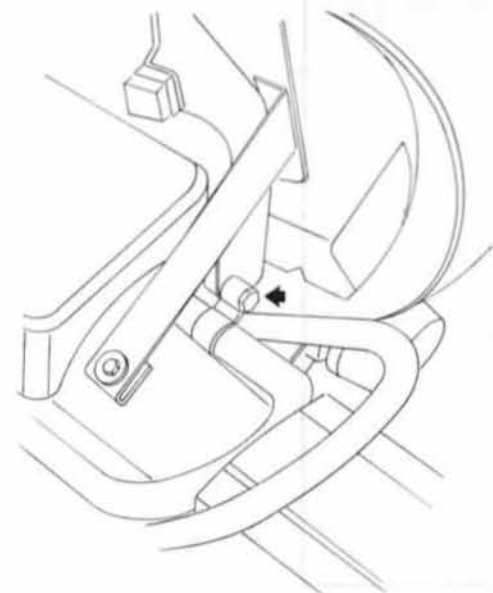

FIG. 2
- Dévisser l'écrou de fixation de la sangle située sous la selle (clé à pipe de 10 mm, fig. 2).
- Dévisser les écrous des axes d'articulation de la selle (clé plate et à pipe de 13 mm, fig. 2).